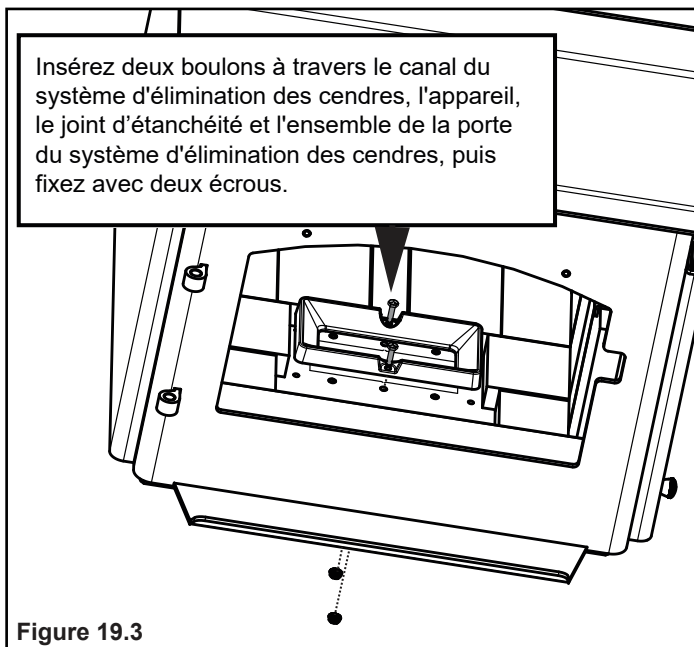

Figure 19.3
11. À l'aide de deux boulon et deux écrous à embase, fixez la rainure de l'ARS avec la clé ouverte 3/8 et la clé à douille 7/16 (**Figure 19.3 on page 19**).
11. À l'aide de 2 boulon et deux écrous à embase, fixez la rainure de l'ARS avec la clé ouverte 3/8 et la clé à douille 7/16 (**Figure 19.3 on page 19**).